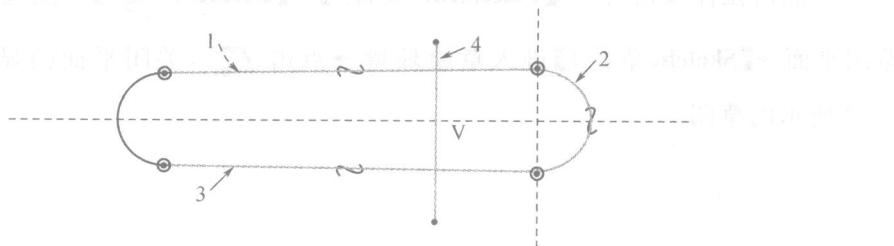

图 7-4
① 点击拉伸按钮 \square \rightarrow 【Placement(放置)】 \rightarrow 【Define(定义)】 \rightarrow 点选“FRONT”作为草图平面 \rightarrow 【Sketch(草绘)】进入草绘环境 \rightarrow 点击 \square , 关闭平面的显示 \rightarrow 点击 \square 按钮 \rightarrow 点选图 7-4 所示的 1,2,3 处以引用其作为草图图元 \rightarrow 绘制图示直线 4。